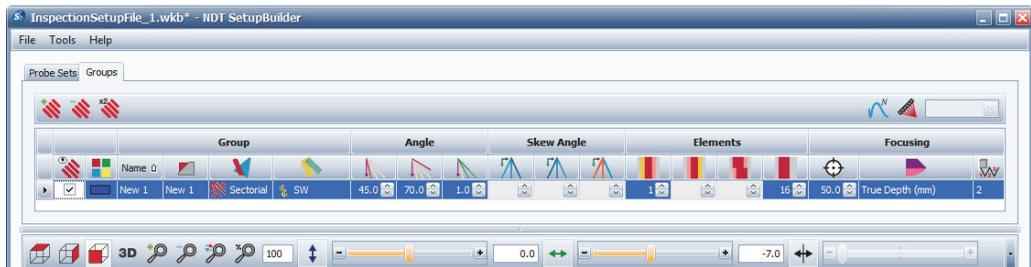

Рис. 10-3 Выбор группы во вкладке **Groups** для удаления
1. Во вкладке **Groups** выберите из списка одну или более групп, которые вы хотите удалить (см. Рис. 10-3 на стр. 146).